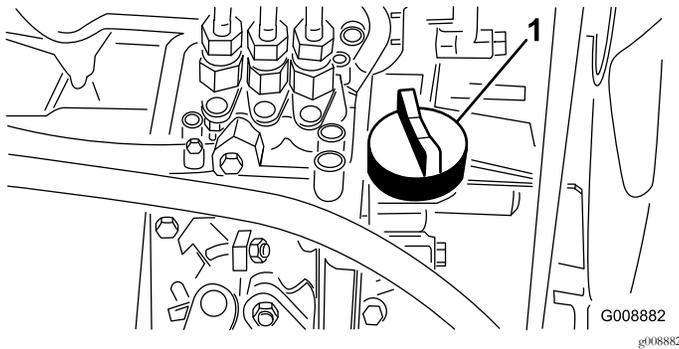

Рисунок 38
4. Если уровень масла ниже допустимого, снимите крышку маслозаливной горловины (Рисунок 38) и постепенно, небольшими порциями долейте масло, периодически проверяя его уровень, до отметки Full (Полный) на масломерном щупе.